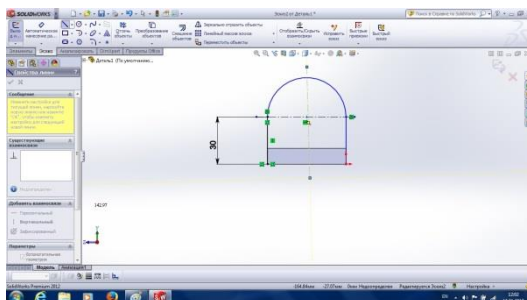

Рис. 3.6
8. На панелі **Видів** ставимо цю площину (зафарбовану синім кольором) перпендикулярно до спостерігача і будемо профіль для другого елемента (рис. 3.6) за допомогою команд **Ескіз**, **Лінія**, і **Дуга кола**.